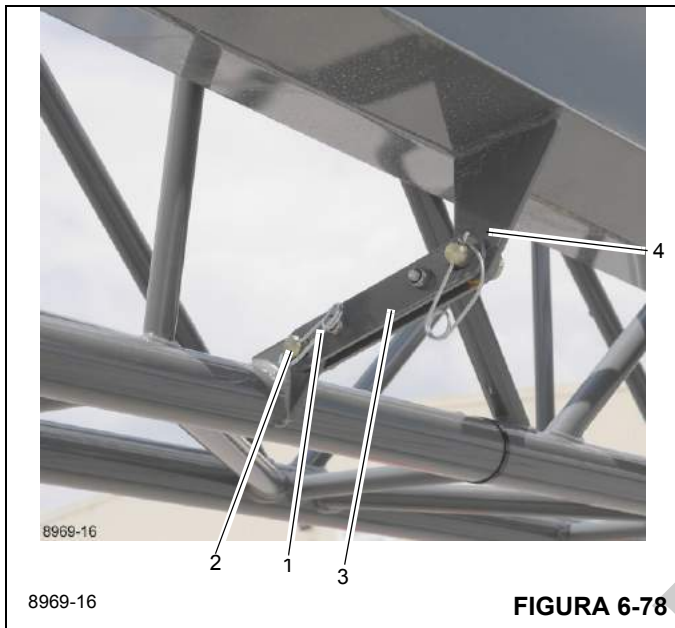

FIGURA 6-78
6. Retire la pinza de retención (1, Figura 6-78) y retire el pasador (2) de la barra de bloqueo (3) y la extensión de extremo (4). Inserte el pasador en la barra de bloqueo y asegure con la pinza de retención.